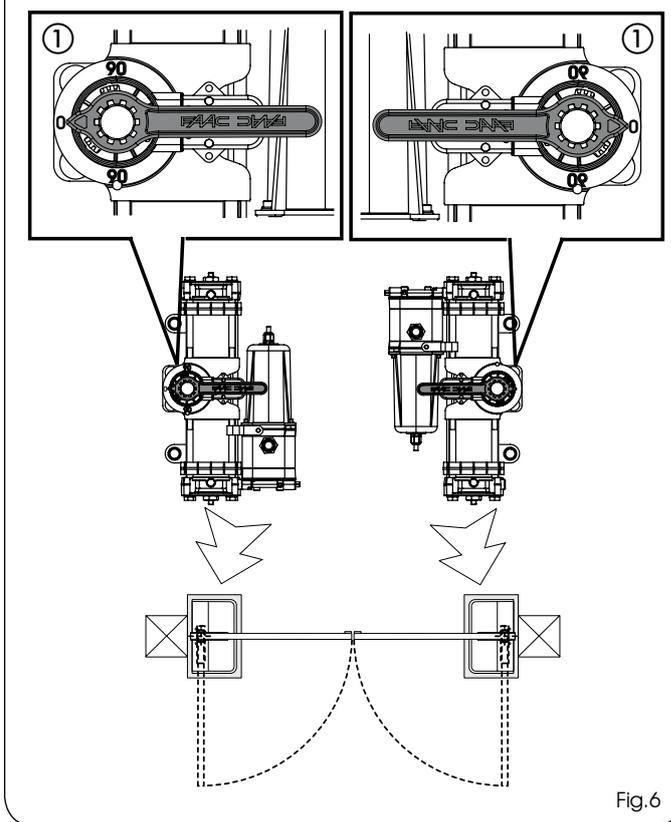

Fig.6
- 6) **Sans actionner le pignon**, introduire dans l'opérateur la clé fournie d'après la figure 6, et vérifier que celle-ci indique le 0 (ZÉRO) sur le plastique de l'opérateur (Fig.6 réf. ①), éventuellement, tourner le pignon. (IMPORTANT POUR L'ACCOUPLMENT CORRECT PIGNON-DOUILLE RAINURÉE EN PHASE DE MONTAGE).